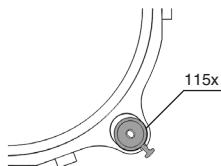

Рис. 1
- для сокетов 1156 / 1155 / 1151 / 1150 она должна будет находиться дальше от условного центра рамки (Рис. 1);